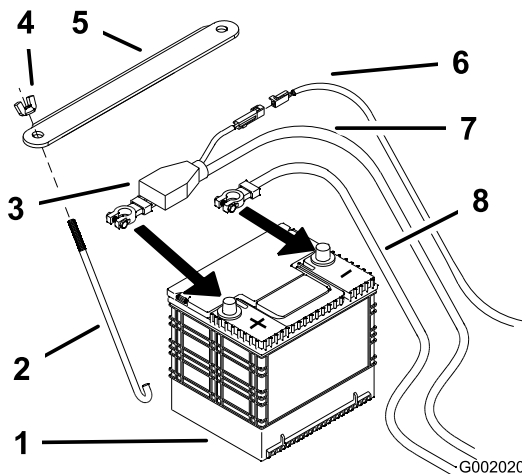

Figura 53
4. Primero desconecte el cable negativo del borne negativo (-) de la batería (Figura 53).
5. Retire la cubierta de goma roja del borne positivo (rojo) de la batería. Luego retire el cable positivo (rojo) de la batería (Figura 53).
1. Coloque la batería en la bandeja, con los bornes frente al depósito de aceite hidráulico (Figura 53).
4. Fije los cables con 2 pernos (1/4 x 3/4 pulg.), 2 arandelas (1/4 pulg.) y 2 contratuercas (1/4 pulg.) (Figura 53).
6. Fije la batería con pernos en J, una brida de sujeción, 2 arandelas (1/4 pulg.) y 2 tuercas de orejeta (1/4 pulg.) (Figura 53).